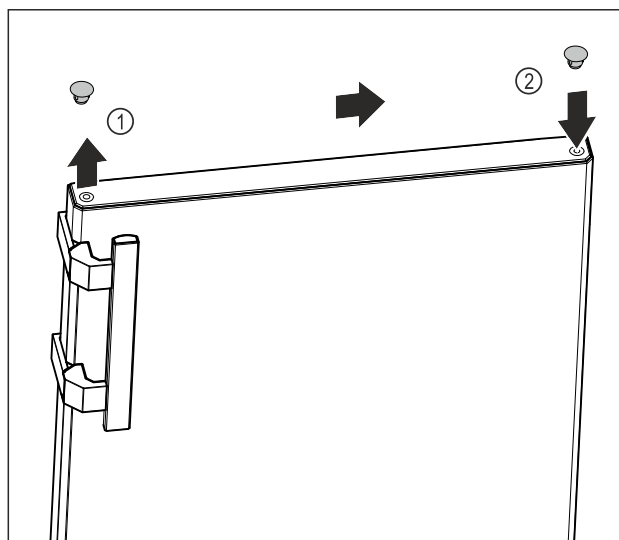

Fig. 17
- Ngrini lart me kujdes tapat mbuluese të anës së derës Fig. 17 (1) me një kaçavidë me kokë petë.
- Vendosni tapat mbuluese në anën e kundërt. Fig. 17 (2)